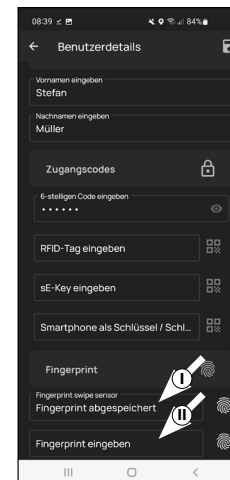

Fig. 16
- 6 Una vez introducido un dedo, aparecerá en el correspondiente campo el mensaje «Huella dactilar almacenada» (I) (Fig. 16). Debajo aparecerá un nuevo campo vacío para introducir una nueva huella dactilar (II) (Fig. 16). Si lo desea, puede seguir almacenando más huellas dactilares. Para ello, siga de nuevo los pasos indicados en este capítulo.